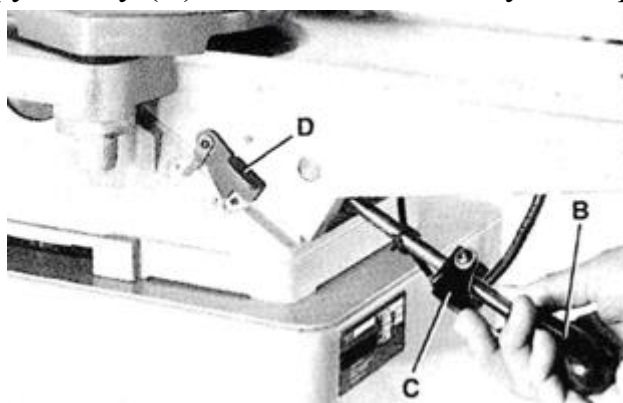
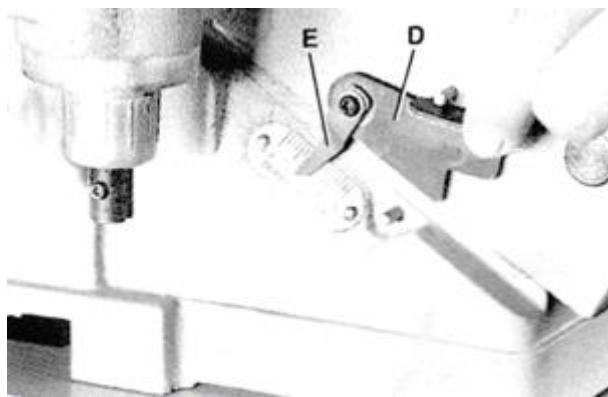

Рис. 21 Регулировка загрузочного стола
Рис. 22 Положение упора
2. Возьмитесь за рукоятку подъема/опускания (В) – Рис. 21 и сожмите стопорную рукоятку (С), поднимите или опустите рукоятку (В).
3. ПРИМЕЧАНИЕ: во время подъема и опускания загрузочного стола упор (D) – Рис. 21, Рис. 22 автоматически остановит стол на глубине обработки 3 мм. Для того чтобы переместить стол за данную точку, необходимо поднять упор, как показано на Рис. 22, и переместить стол вверх или вниз.
5. Глубину обработки загрузочного стола (положение стола относительно обрабатываемого круга) можно посмотреть на указателе (Е) – Рис. 22. Наибольшая глубина на данном станке составляет 13 мм ($\frac{1}{2}$ дюйма).